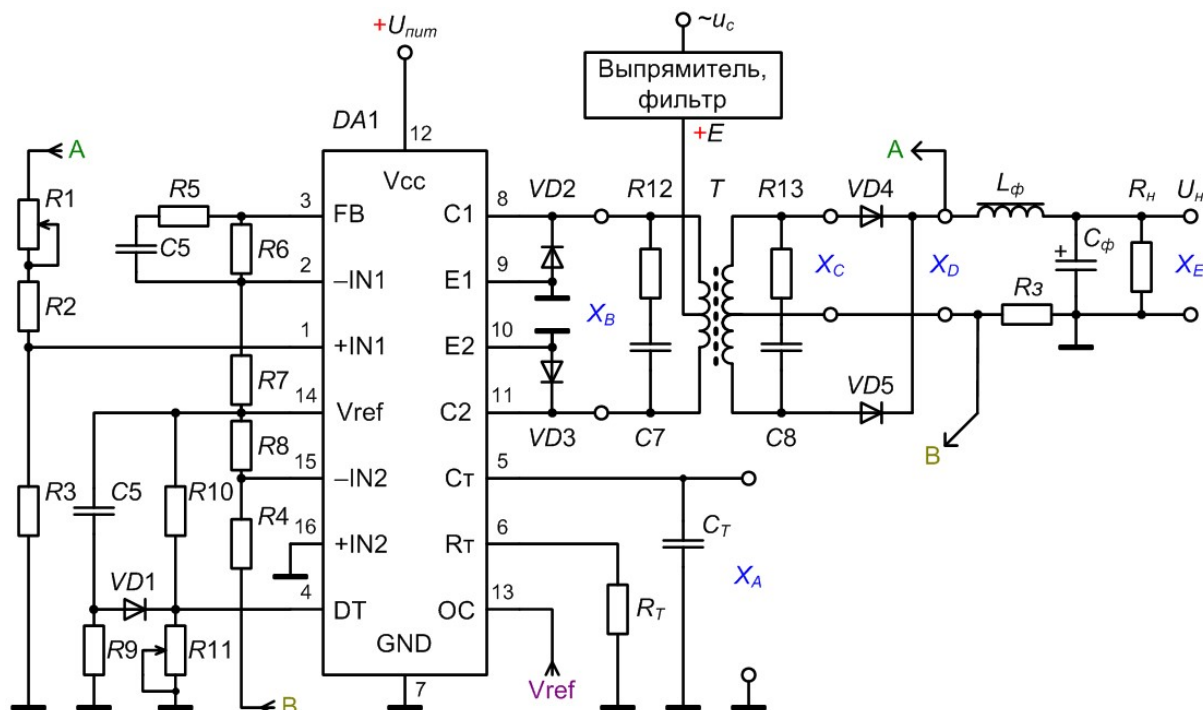

Рис. 6.2. Импульсный источник питания на ИС MB3759
1. Не включая питания, переключить тумблер S1 в положение VI, что соответствует подключению схемы импульсного источника питания, выполненного на ИС MB3759 и приведенного на рис. 6.2.
7. Объясните (с использованием приведенных на рис. 6.1,б и полученных в работе осциллограмм) принцип работы импульсного источника питания, приведенного на рис. 6.2.
9. Поясните назначение элементов L_ϕ , C_ϕ на схеме рис. 6.2. Назовите критерии выбора их номиналов.
10. Какое влияние на работу схемы (рис. 6.2) оказывает изменение номиналов $R1$, $R11$, R_T и C_T .
11. Поясните назначение элементов $VD2$ и $VD3$ (рис. 6.2).
12. Поясните назначение сопротивление R_3 (рис. 6.2). Назовите критерии выбора его номинала.
13. Назначение цепочек $R12C7$ и $R13C8$ на схеме рис. 6.2. Назовите критерии выбора их номиналов.